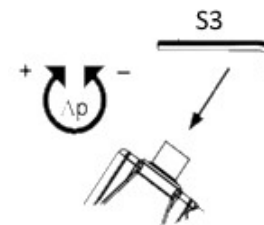

Рисунок 1.
3.1 Монтажная настройка регуляторов производится с помощью шестигранного ключа S3 путём поворота настроечного элемента регулятора на заданное количество оборотов (см. рисунок 1).